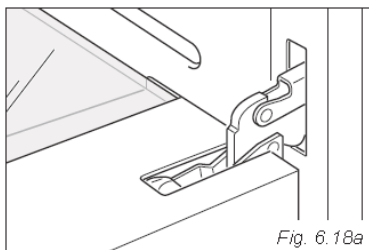

Fig. 6.18a
- Abra a porta ao máximo (fig. 6.18a).